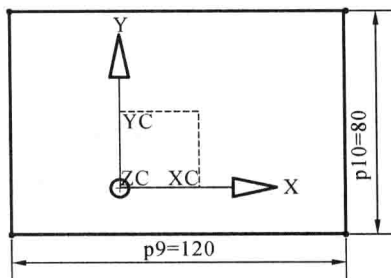
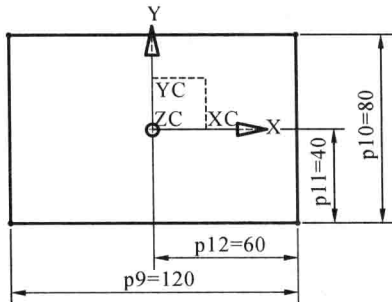

图 1-6 矩形尺寸约束
图 1-7 矩形完全约束
(4) 单击“草图”工具栏中的“自动判断的尺寸”按钮,先选择矩形的长边进行标注,再选择矩形的宽边进行标注,矩形尺寸约束如图 1-6 所示。分别选择矩形长边和 X 轴进行矩形垂直方向的尺寸标注以约束矩形垂直方向的位置,用同样的步骤选择矩形宽边和 Y 轴进行矩形水平方向的位置约束,矩形完全约束如图 1-7 所示。此时矩形线框的颜色变为第(2)步设置的完全约束的曲线颜色。